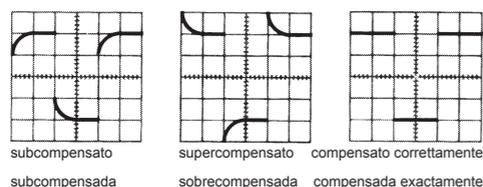

fig. 4
**Compensazione (vedi anche fig. 4)**
**Compensación (también véase fig. 4)**
Fig./ill./Abb. 4